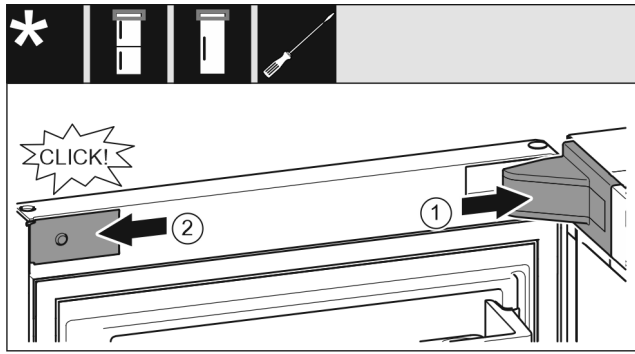

Fig. 25
- Mettre en place le cache du support de palier Fig. 25 (1) et l'enclencher. Au besoin, l'écarter avec précaution.
- Placer le cache Fig. 25 (2) sur le côté et l'enclencher.